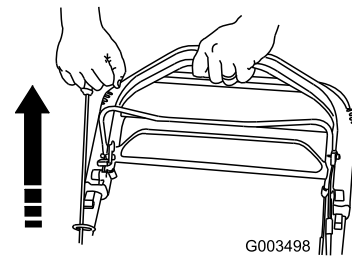

Bild 17
2. Ziehen Sie den Rücklaufstarter (Bild 17).